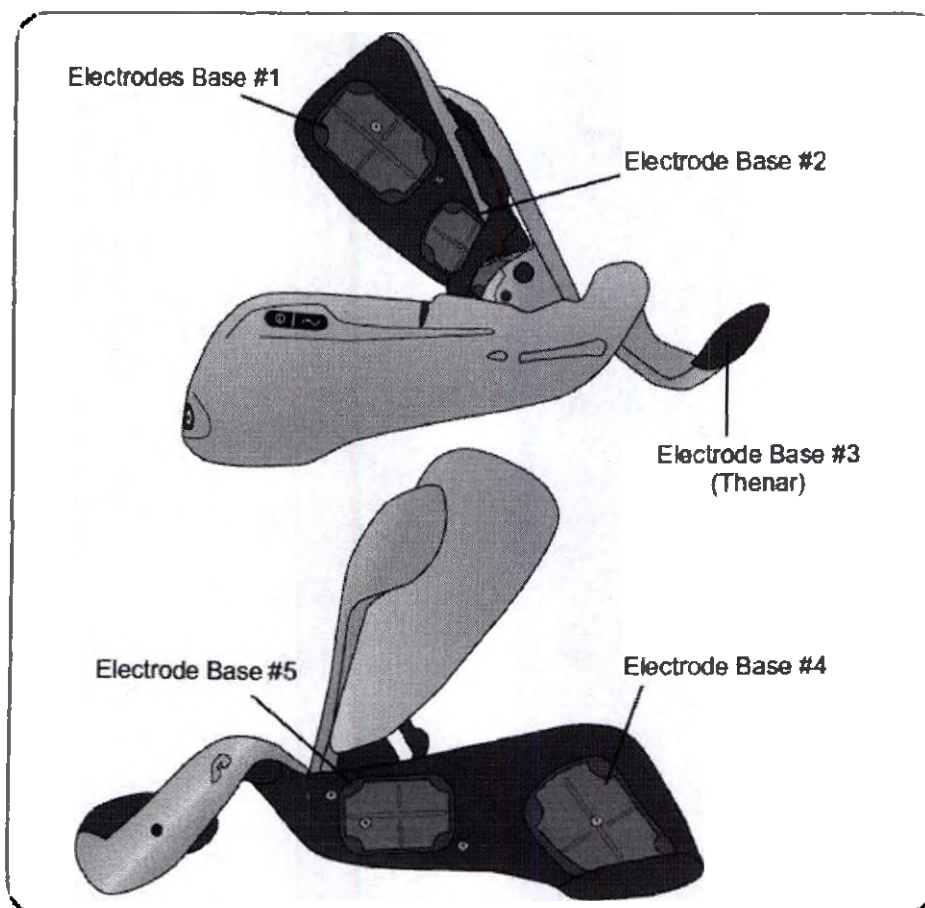

Рис. 6-19 Основания электродов №№ 1-5
4. Разместите тканевые электроды (electrode base) на соответствующих основаниях. См. рисунок 6-19.